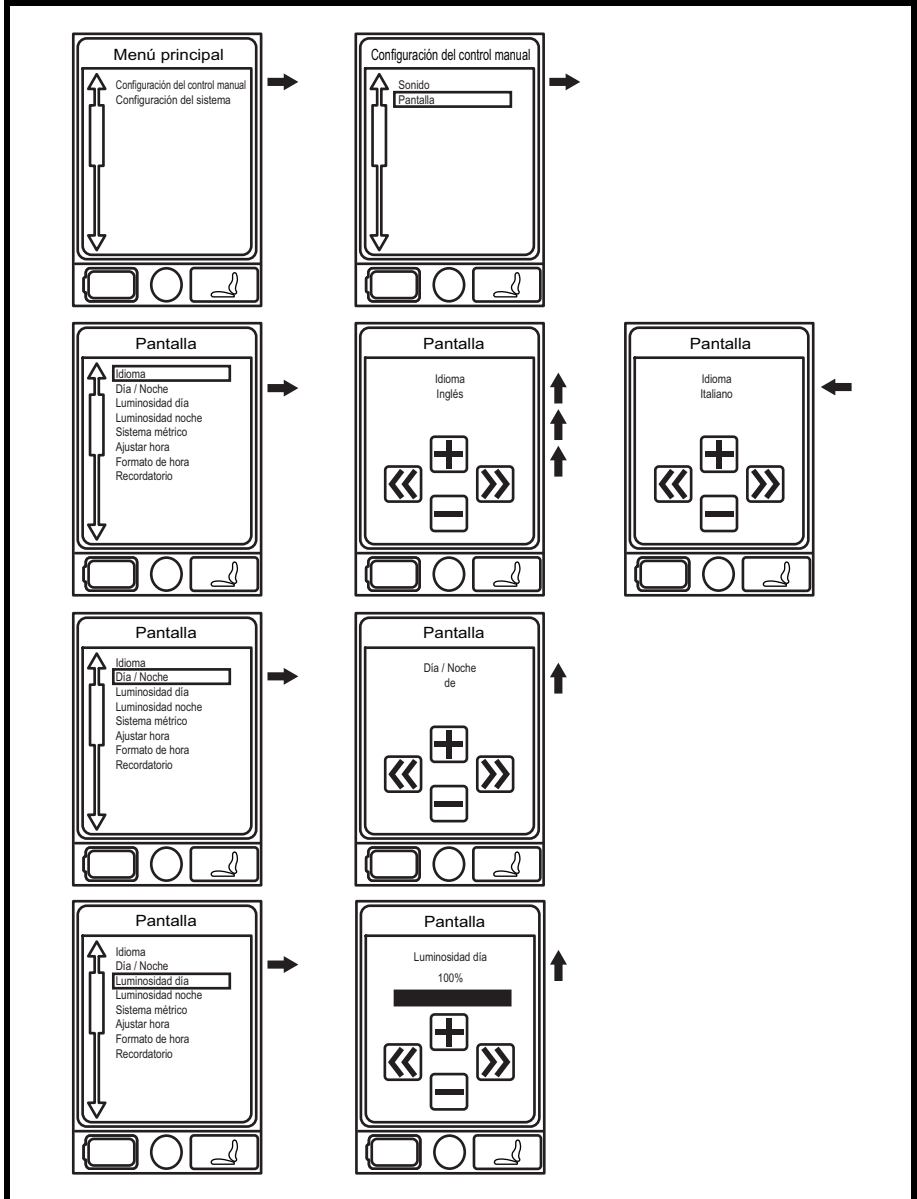

Figure 2A. Pantallas de menú
2. Pulse el botón de menú para acceder a la pantalla del menú principal. **fig. 2A**.
3. Resalte la opción Control manual con la palanca de mando y luego empuje la palanca hacia la derecha para seleccionar dicha función. **fig. 2A**.
6. Empuje la palan **fig. 2A**.